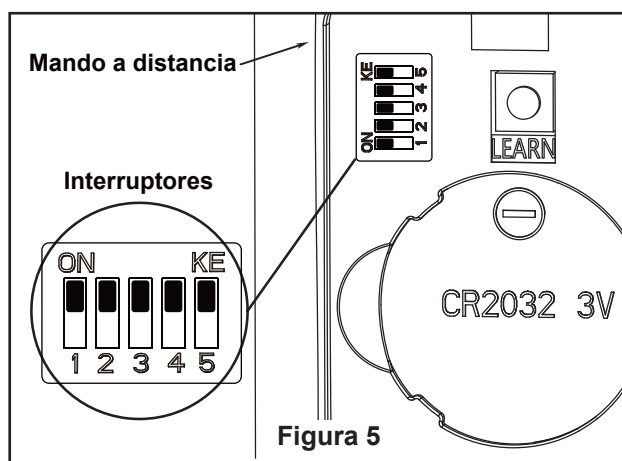

Figura 5
4. Una vez realizadas las conexiones, los cables deben ser colocados de forma extendida poniendo el conductor de la toma de tierra y el conductor de toma de tierra del equipo a un lado de la caja, colocando el conductor sin toma de tierra en el otro lado de la caja. gire los conductores hacia arriba y, con cuidado, colóquelos dentro de la caja de salida; con los conductores blancos y verdes hacia un lado y los conductores negros hacia el otro. (Figura 5)
- ☐ 7. Para configurar el código del mando a distancia a las mismas posiciones que en el receptor. Mueva los interruptores de código hasta colocar el código de selección en la posición arriba o abajo. Con un destornillador pequeño o con una lapicera (no se incluye) deslice firmemente hacia arriba o hacia abajo. (Figura 5)
- ☐ 5. En este paso, el receptor WiFi de su ventilador de techo debe estar instalado y dentro del rango de su router WiFi. Con la App abierta, seleccione “añadir dispositivo”. (Figura 5)